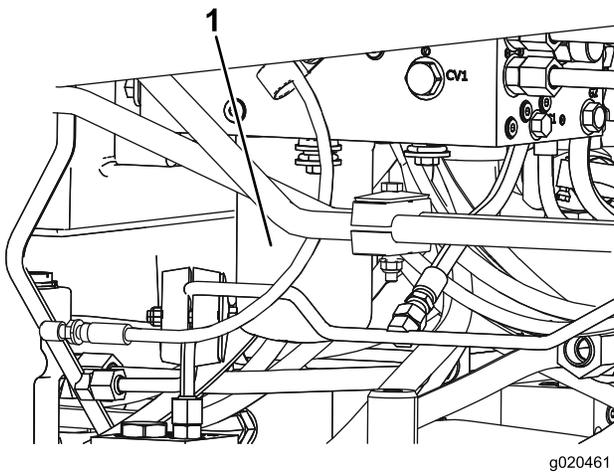

Figure 73
5. Procédez de même pour l'autre filtre (Figure 73).